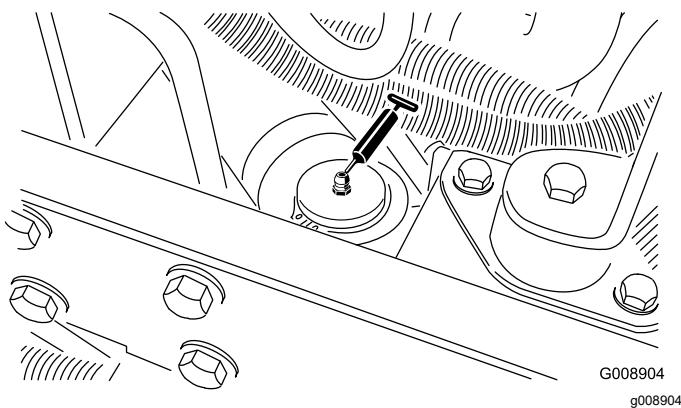

Figure 41
- Vérin de direction (Figure 41).